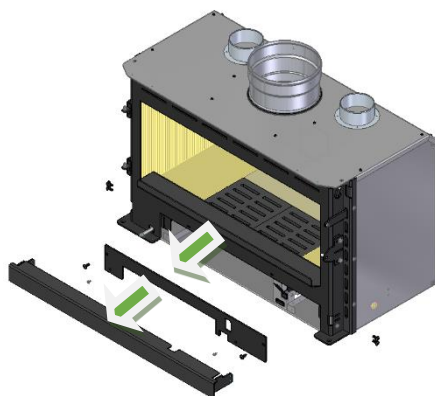

Figura 44 – Remoção da pala inferior e da tampa inferior
- a. Remova a pala inferior, desapertando os parafusos laterais e retire depois a tampa inferior frontal desapertando também os parafusos, ver Figura 44.